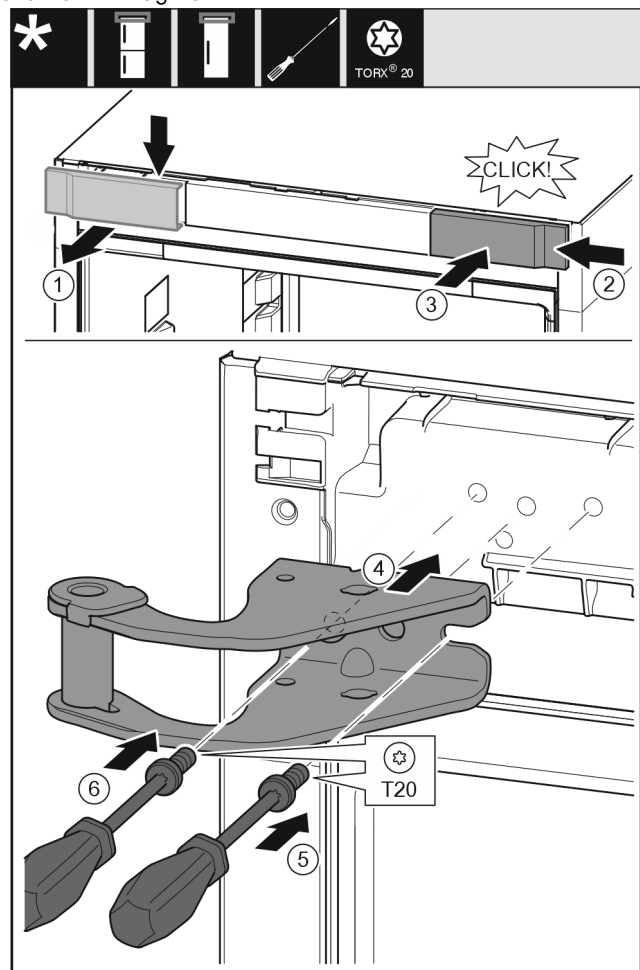

Fig. 31
- ▶ Detașați apărătoarea de sus spre înainte. Fig. 31 (1)
- ▶ Acroșați pe cealaltă parte din dreapta capacul rotit cu 180°. Fig. 31 (2)
- ▶ Fixați în poziție apărătoarea. Fig. 31 (3)
- ▶ Așezați suportul de lagăr superior. Fig. 31 (4)
- ▶ Așezați și înșurubați ferm șurubul cu șurubelnița T20. Fig. 31 (5)
- ▶ Introduceți și înșurubați ferm șurubul cu șurubelnița T20. Fig. 31 (6)